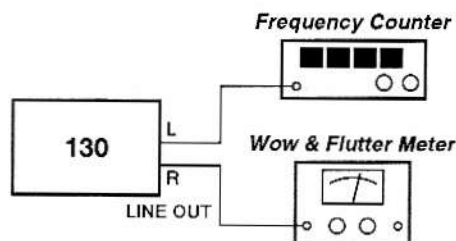

Fig. 2-1
1. Connect a frequency counter to the deck as shown in Fig. 2-1.
1. Connect a wow-and-flutter meter to the deck as shown in Fig. 2-1.
1. Fig. 2-1のように周波数カウンターを接続する。
1. Fig. 2-1のようにワウ・フラッタメーターを接続する。